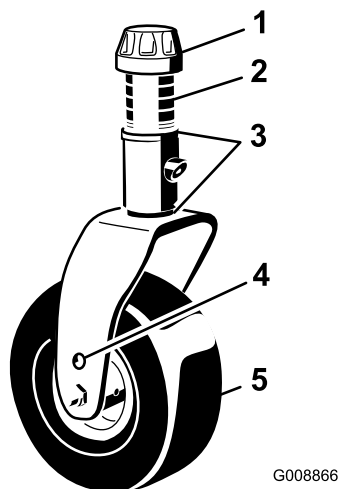

Figura 2
1. Retire as tampas de fixação dos rolamentos do eixo e desloque os espaçadores e anilhas de encosto (Figura 2).
2. Deslize os espaçadores para o eixo da roda giratória para obter a altura de corte pretendida; consulte Figura 7 & Figura 8 para determinar as combinações de espaçadores para a definição. Deslize uma anilha de encosto para o eixo, empurre a roda giratória através do braço. Instale outra anilha de encosto e os restantes espaçadores no eixo e instale as tampas de fixação para prender o conjunto (Figura 2).